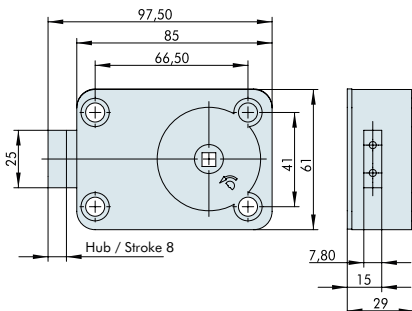

Abb. 1: Einbaumaße
- Benutzen Sie die **Öffnungsmarke** (siehe Bedienungsanleitung Abb. 1, S. 2).
- Die mitgelieferte Vierkantspindel kann bis zu einer Türstärke von 125 mm verwendet werden. Sie soll in einer der acht vorbereiteten Kerben abgelängt werden. Maßgeblich hierfür ist der Abstand (D) zwischen den Montageflächen von Schloss und Zahlenknopf (siehe Abb. 1). Die Tabelle unten gibt an, in welcher Kerbe gesägt werden soll. Bleiben mehr Segmente als notwendig stehen, erschwert sich unnötig die Montage. Ein Entgraten der Spindel ist nicht notwendig.